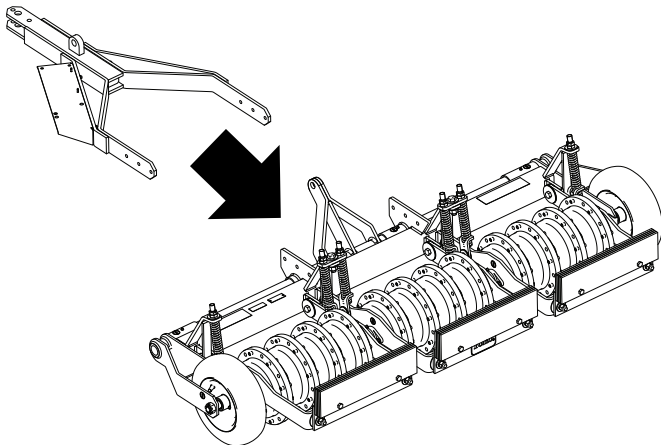

Figura 4
2. Allineate il gruppo timone all'arieggiatore come illustrato in Figura 4.